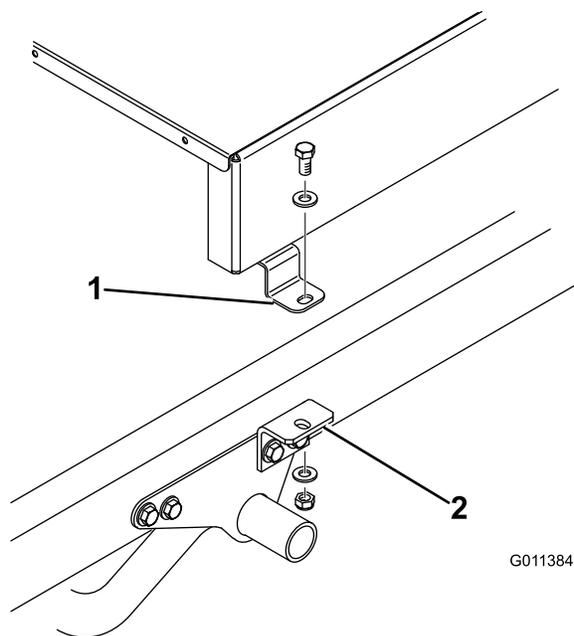
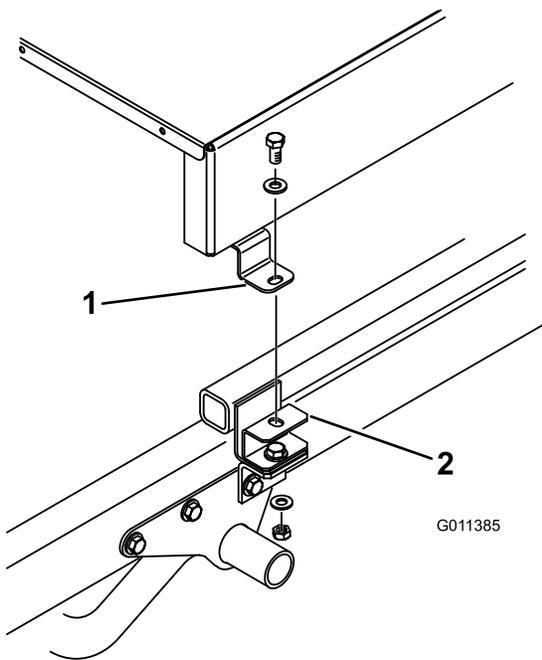

Рисунок 9
Рисунок 10
7. Свободно прикрепите верх каждого монтажного кронштейна (Рисунок 9) или монтажной проставки (Рисунок 10) к монтажной штанге на каждой стороне пескоразбрасывателя винтом с головкой на 1/2 x 1 дюйм, 2 плоскими шайбами и контргайками. Затяните все детали крепления.